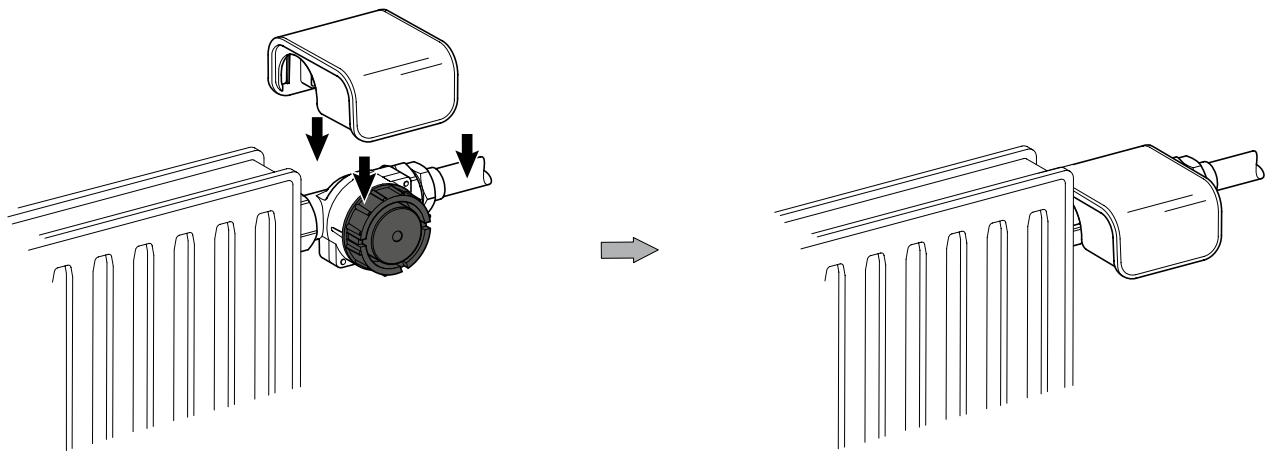

Fig. 17-1: GeniAx Design Abdeckung S für Pumpe/Adapter Set Für Verteiler (Vorlaufadapter)
- Das GeniAx Design Abdeckung S für Pumpe/Adapter Set Für Verteiler gemäß Fig. 17-1 auf den Vorlaufadapter aufstecken.